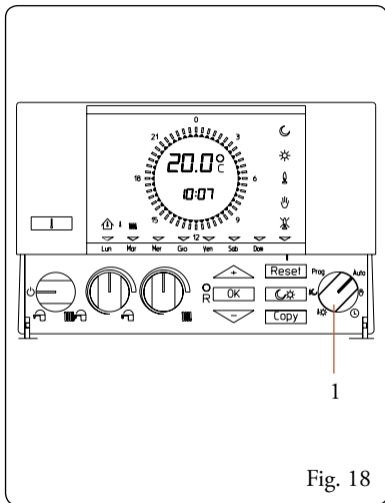

Fig. 18
Per utilizzare questo programma, la cui descrizione è data in tabella (Fig. 19) ruotare il selettore (Fig. 18 pos. 1) su **“Auto”**.